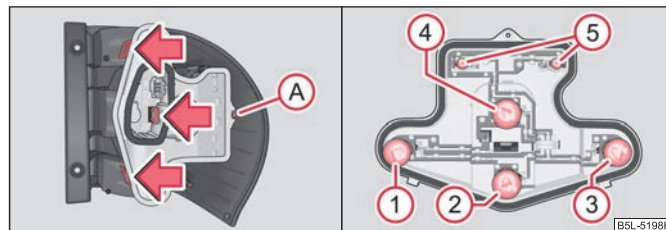

Fig. 204 Desmontaje de la parte central de la luz / unidad de luces traseras: Posición de montaje de las bombillas
- Para alcanzar las lámparas, desenrosque el tornillo de seguridad **(A)** con la llave Torx y presione las pestañas en dirección de la flecha ⇒ página 249, fig. 204.
- Para cambiar la bombilla de la luz de freno, luz de marcha atrás, luz trasera anti-niebla y luces intermitentes, gire el portalámparas hasta el tope hacia la izquierda y retire la bombilla de la carcasa o tire de la bombilla de la luz de posición retirándola del portalámparas ⇒ página 249, fig. 204.
- Coloque el portalámparas de plástico en la unidad de luces hasta que encaje de forma audible y atornille el tornillo de seguridad con la llave Torx ⇒ página 249, fig. 204.
Posición de montaje de las bombillas en la unidad de luces posteriores ⇒ página 249, fig. 204.